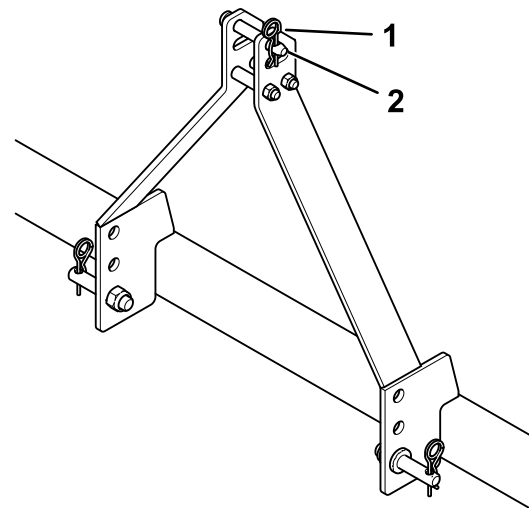

Figura 6
2. Retire las chavetas de los pasadores de enganche (Figura 6).